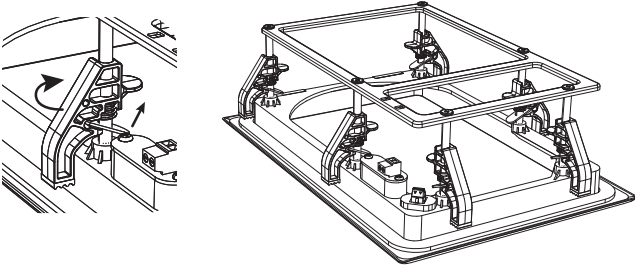

Fig. 5. Adjusting the Mounting Clamps
- Stellen Sie alle Befestigungsklemmen des Rahmens so ein, dass sie sich in der verstaute Position befinden (Abb. 5 und 6). Sie werden eingestellt, indem Sie an der federbelasteten Metalllasche ziehen und dann die Klemmen entlang ihrer Montagepfosten bewegen und zur Seite drehen. Dadurch kann der Rahmen in die Trockenbauöffnung passen.